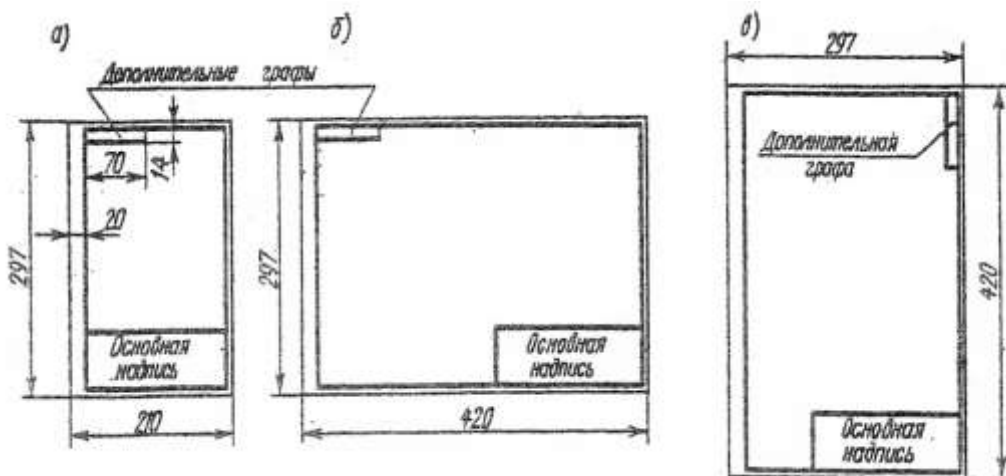

Рисунок 1 - Расположение основной надписи на листе
1. На формате А3 расположите основную надпись по середине листа (рис.1);
1. Начертите рамку и основную надпись, (рис.1,2).